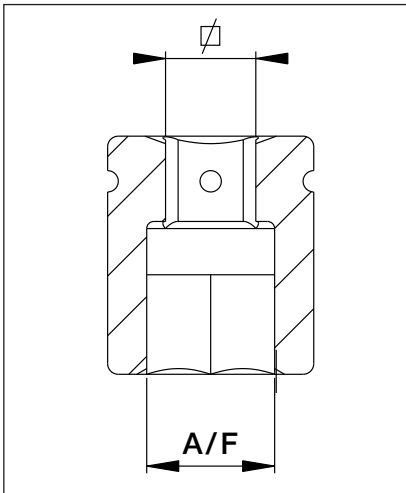

Fig. 33
6.7 Mått, BSH-seriens sexkantshylsor (Fig. 33)
## 6.7 Mått, BSH-seriens sexkantshylsor (Fig. 33 - fortsättning)